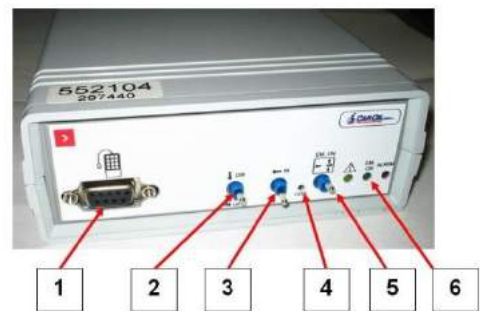

Fig. 8
- cablaggio centralina elettronica con connettore multipolare rettangolare a 35 poli (Pos. 1 - Fig.8) da collegarsi alla centralina elettronica.
La centralina elettronica di comando (Fig.8) è normalmente situata nella parte interna del veicolo in prossimità della porta servita dal sollevatore, oppure viene collocata all'interno delle bauliere del veicolo in una zona al riparo da acqua e umidità.
- Driver remote control (keypad) wiring ending with rectangular 35-poles connector (Pos. 1 - Fig.8), connect it on electronic power unit.
Electronic control box (Fig.8) is normally located in the vehicle internal part near lift exit door, or inside the vehicle boot sheltered from water and dampness.